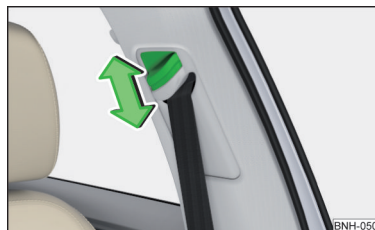

Fig. 5
► Apăsați dispozitivul de ghidare și împingeți-l în direcția dorită » fig. 5.